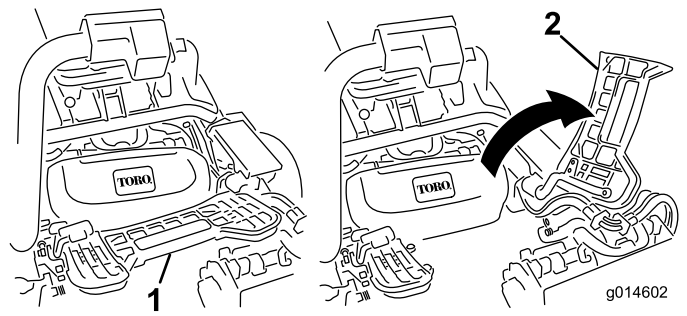

图11
3. 如果安装中间滚刀组, 应提起搁脚板向上翻, 以便接触到中间滚刀组位置 (图11)。